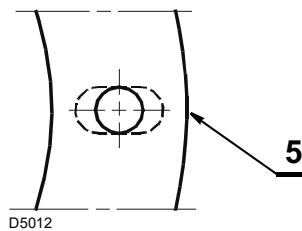

Abb. 8
- falls erforderlich die Bohrungen der Isolierdichtung 5)(Abb. 8) verbreitern, aber Vorsicht, nicht beschädigen.